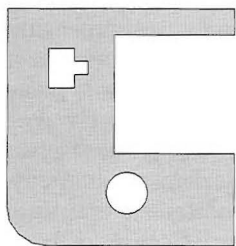

Рис. 4
- 2) с помощью "свободного" рисования контуров сечения (рис. 4);